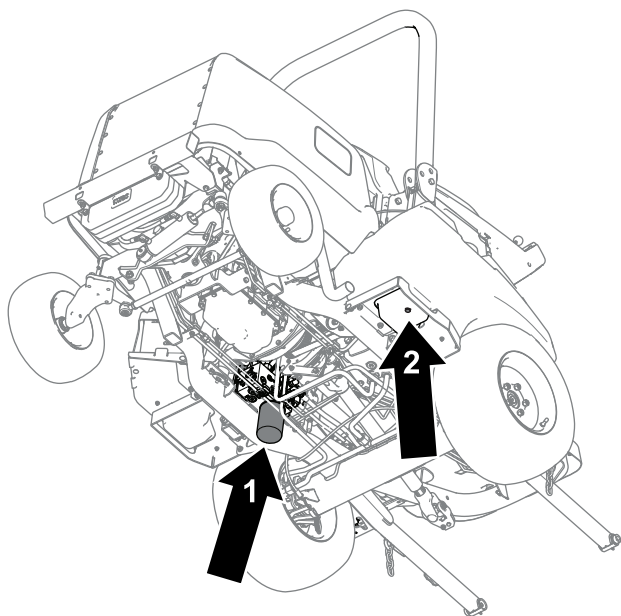

Figura 81
4. Rimuovete il tappo di spurgo (**Figura 81**) dalla base del serbatoio e lasciate fuoriuscire il fluido idraulico nella bacinella.
6. Collocate una bacinella di spurgo sotto il filtro (**Figura 81**), togliete il filtro e lasciate defluire l'olio rimanente nella bacinella.